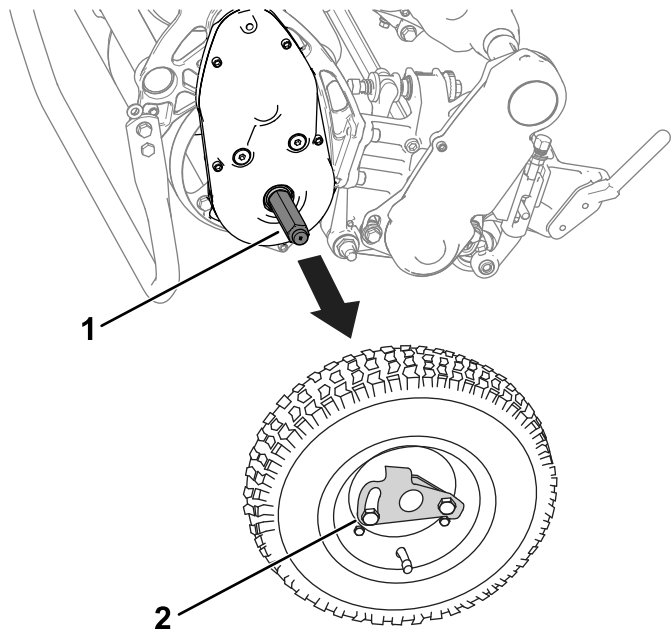

Figura 20
- Retire las ruedas de transporte empujando los clips de bloqueo de las ruedas fuera de los ejes (Figura 20).